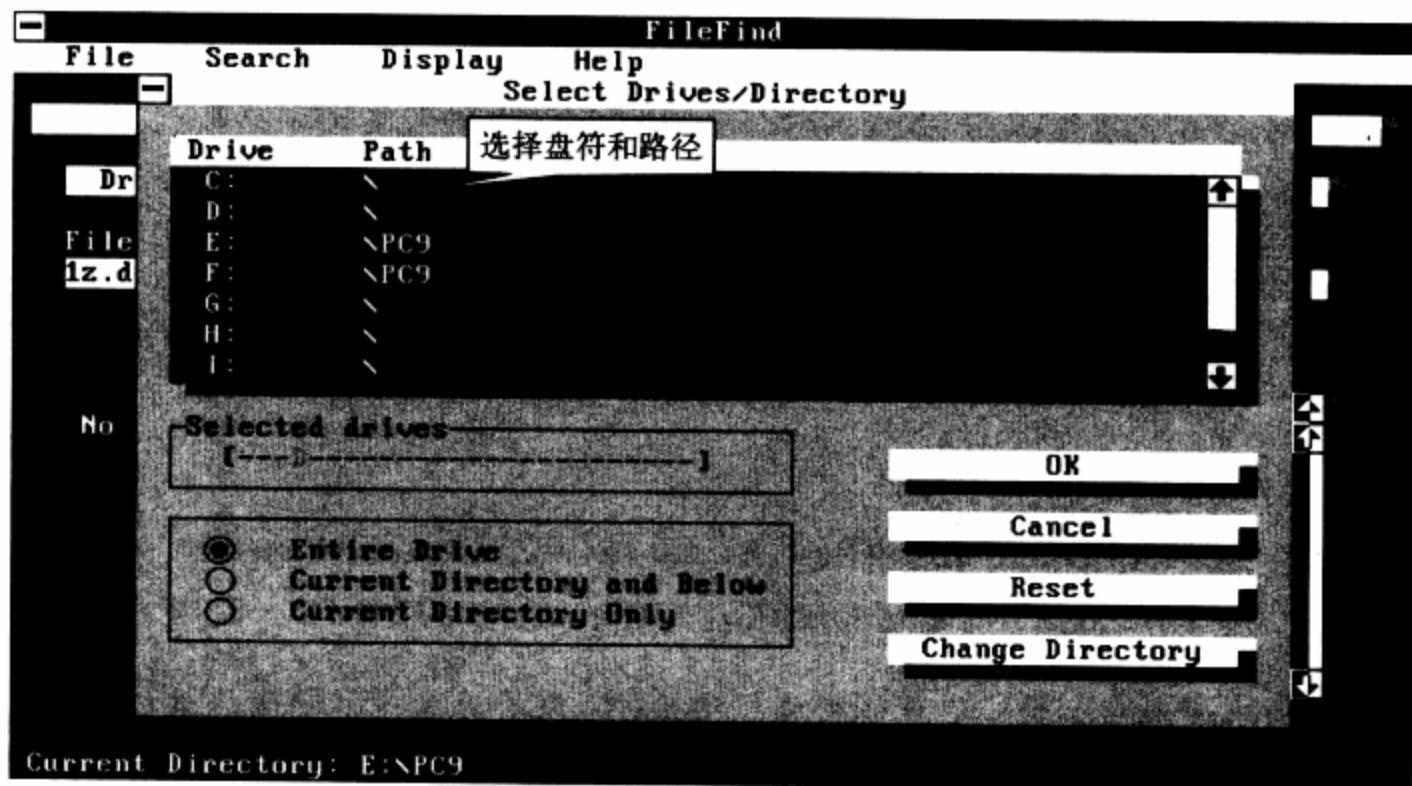

图13-5 PCTools 9.0的文件查找范围选择
**步骤 02** 选择功能项Drives后，将出现如查找范围设置框（如图13-5所示）。在该框图中，用户可根据需要设置查找的盘符及目录。该实例选择D盘，并对整个D盘（Entire Drive）进行查找。